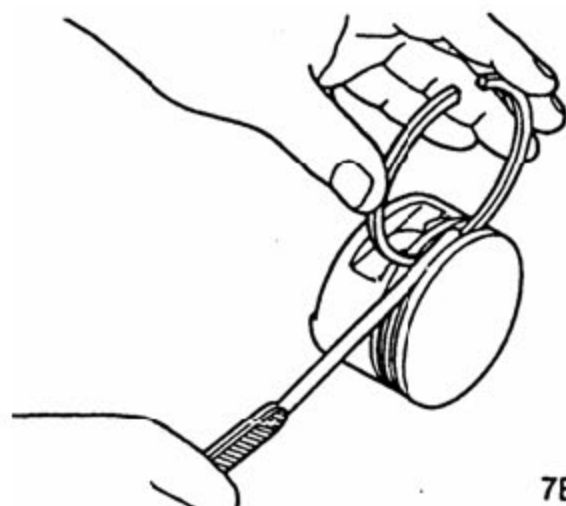

图 5-4
A). 检查活塞环侧隙。如果此间隙超出规定的极限值，则应更换活塞环或活塞，或者两者都更换（见图 5-4）。